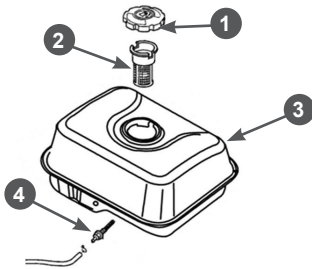

Рис. 21 Топливные фильтры
В топливном баке установлены два сетчатых топливных фильтра. Один фильтр устанавливается в заливной горловине топливного бака. Второй фильтр конструктивно объединен со штуцером топливного бака и установлен внутри бака (Рис. 21).
Через каждые 300 часов работы необходимо производить очистку топливного бака от грязи и конденсата. Одновременно с очисткой топливного бака необходимо проверять и очищать фильтр 4, установленный внутри бака (Рис. 21). Поврежденный или сильно загрязненный фильтр необходимо заменить.
3. Выкрутите из топливного бака выходной штуцер 4 и произведите его очистку (Рис. 21). Внимательно осмотрите сетчатый фильтр. При обнаружении механических повреждений замените штуцер топливного бака.